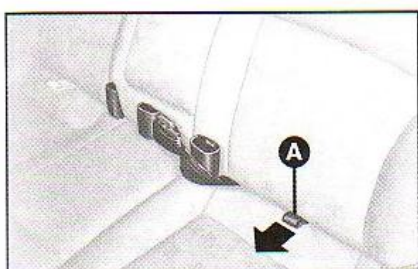

fig. 103
2) Bascular de 90° o assento, puxando a alça **A**-fig. 103 para a frente.